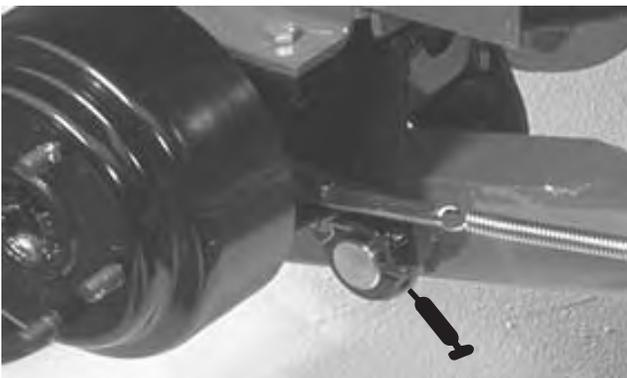

Figure 18
- axes de pivot des bras de levage gauche et droit (Fig. 18)